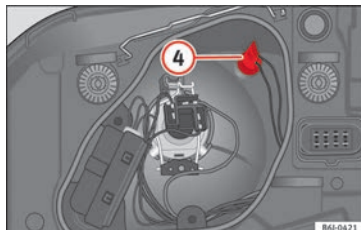

Fig. 178 Luz de posición.
- Extraiga el portalámparas **4** » **fig. 178** hacia fuera.